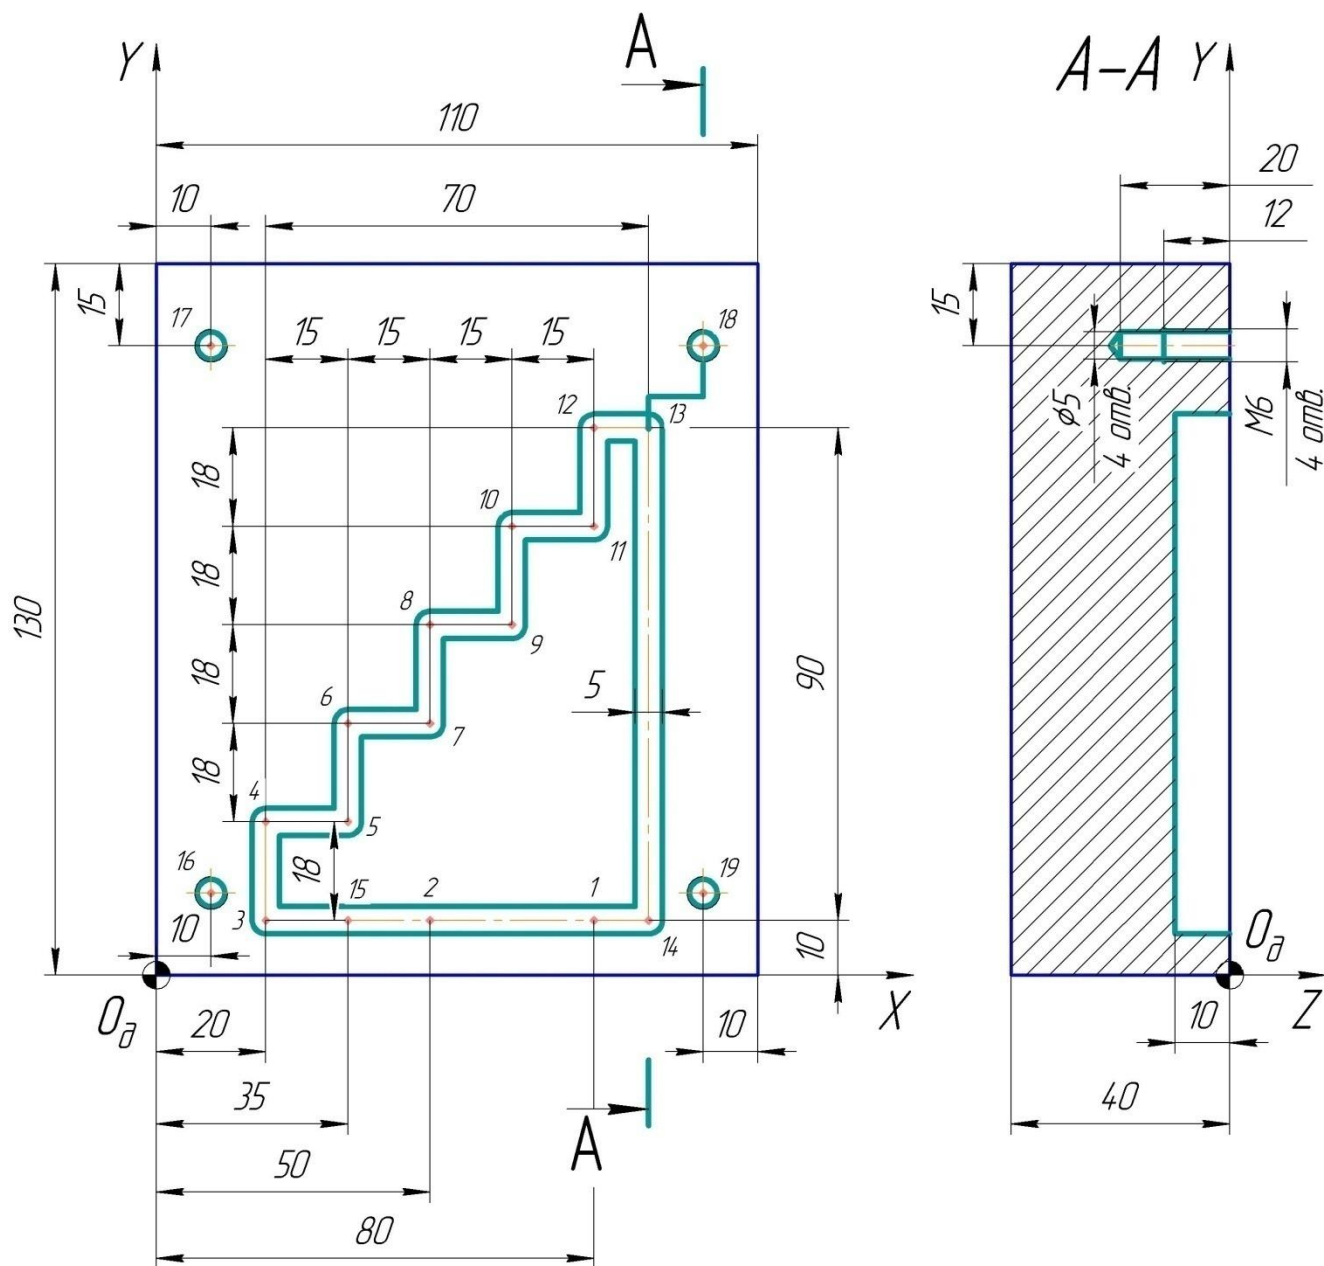

Рисунок 3.5 - Креслення деталі кришка
3.1. Заготовкою для деталі кришка (рис. 3.5) є брусок.